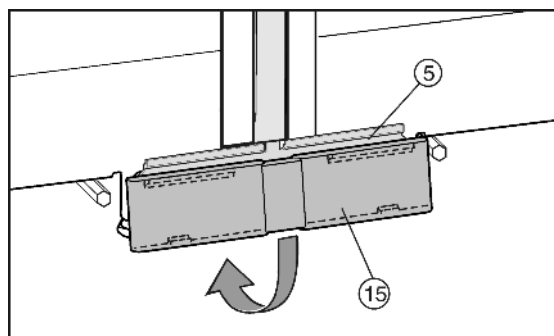

Fig. 11
- Applicare la copertura Fig. 11 (15) inferiore, dall'alto sulla lamiera di collegamento Fig. 11 (5) e inserire a scatto in basso.